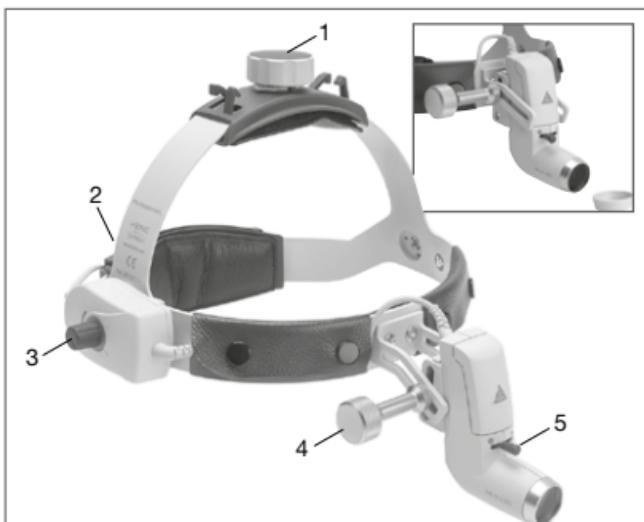

Fig. 2 Cinta craneal Professional L
Ajuste de la **cinta craneal Professional L** (ver Fig. 2): La cinta craneal puede ensancharse o estrecharse girando las ruedas giratorias situadas en la parte superior (1) y trasera (2).
### Ajuste de la dirección y del campo de iluminación (ver fig. 2)